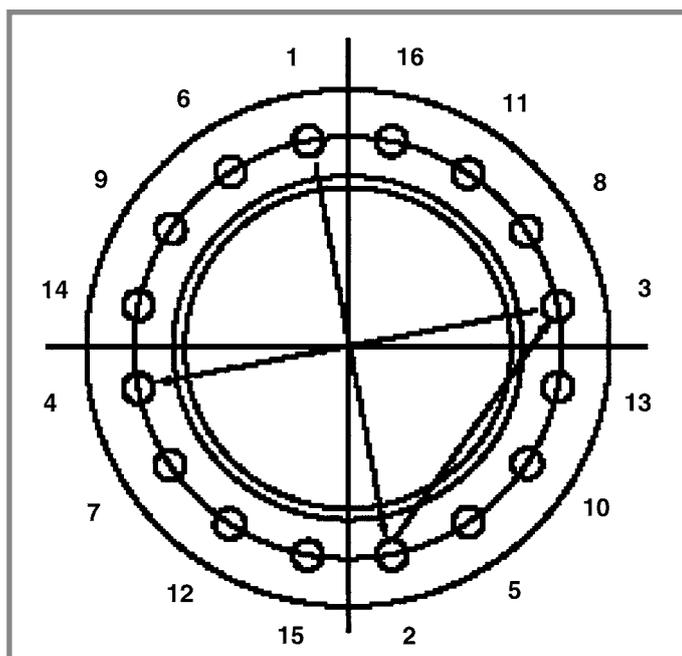

Fig. 14
**4.11** Quando si sostituisce o si collega la testata dello scambiatore occorre applicare ai tiranti la coppia indicata nella tabella 1. I valori di coppia sono per superfici, dadi e bulloni lubrificati. Il serraggio deve avvenire in modo uniforme ed agendo sui bulloni diametralmente opposti come illustrato nella Fig. 14
**4.11** When it is necessary to substitute and/or connect the heads covers of the H.E it is necessary to apply the torque indicated in table 1 the values are for lubricated surfaces of bolts and studs. The tightening must be done evenly operating on diametrically opposite bolts as Fig. 14